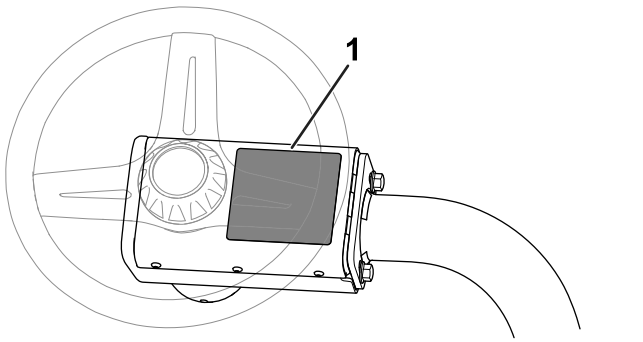

図 17
- CE 警告デカル CE 警告デカル P/N 139-8321 を、既存の警告デカル P/N 139-8320 の上から貼り付ける 図 17 を参照。